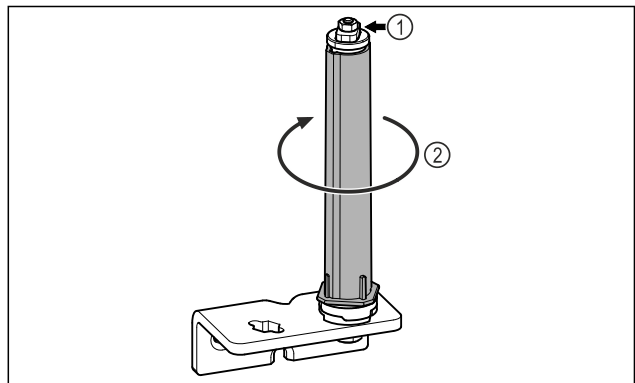

Fig. 21
- Ta inte isär dörrlåssystemet Fig. 21 (1).
- Vrid låssystemet Fig. 21 (2) tills det klickar.